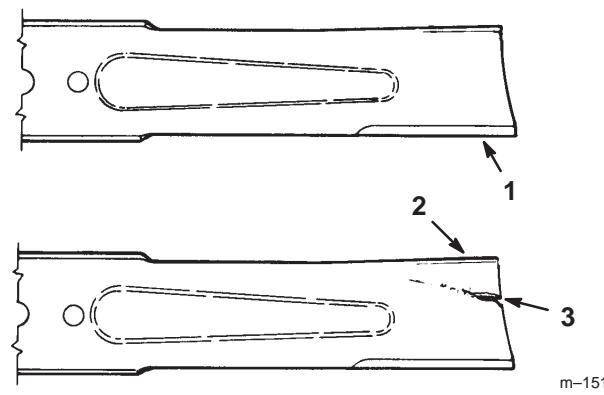

Bild 32
2. Untersuchen Sie die Schneidkanten (Bild 32). Bauen Sie, wenn die Kanten nicht scharf sind oder Kerben aufweisen, die Schnittmesser aus und schärfen sie. Siehe Schärfen der Schnittmesser, Seite 31.
3. Untersuchen Sie die Schnittmesser, insbesondere den gebogenen Bereich (Bild 32). Montieren Sie, wenn Sie Schäden, Verschleiß oder Rillenbildung in diesem Bereich feststellen (Bild 32), sofort ein neues Schnittmesser.